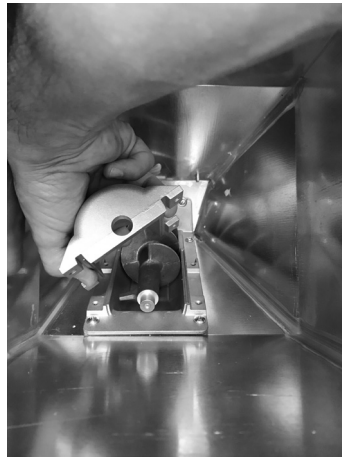

Fig. 79 - Remoção do casco
- Remover o casco (ver **Fig. 79**).